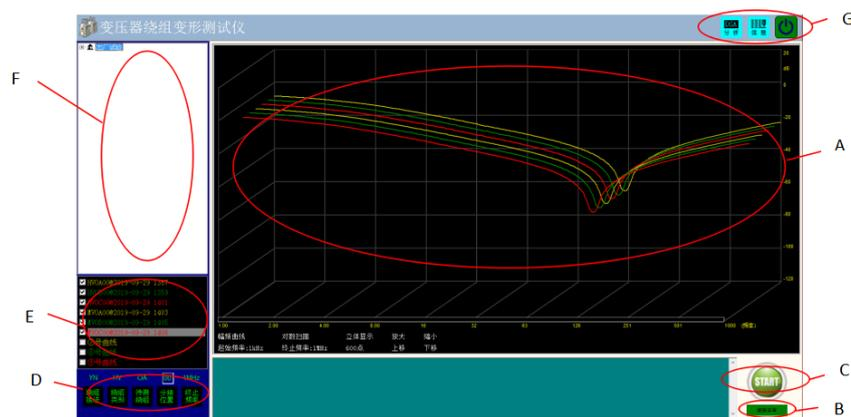

图 8 软件主界面
2) 启动过程完成后，进入标题为“变压器绕组变形测试仪”的主程序界面。（点击屏幕左上角的小图标 ，便可切换至桌面。测试过程中请不要点击。）如图 8 所示。